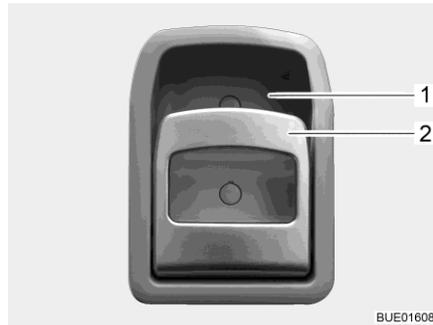

Fig. 51 Serrure de la porte (porte cellule à l'intérieur)
- Ouvrir : ■ Tirer sur la poignée (Fig. 51,2). La serrure de la porte se déverrouille et s'ouvre.
- Verrouiller : ■ Appuyer sur la poignée (Fig. 51,2) en haut en direction de l'évidement (Fig. 51,1) dans lequel elle repose. La serrure de la porte se verrouille.